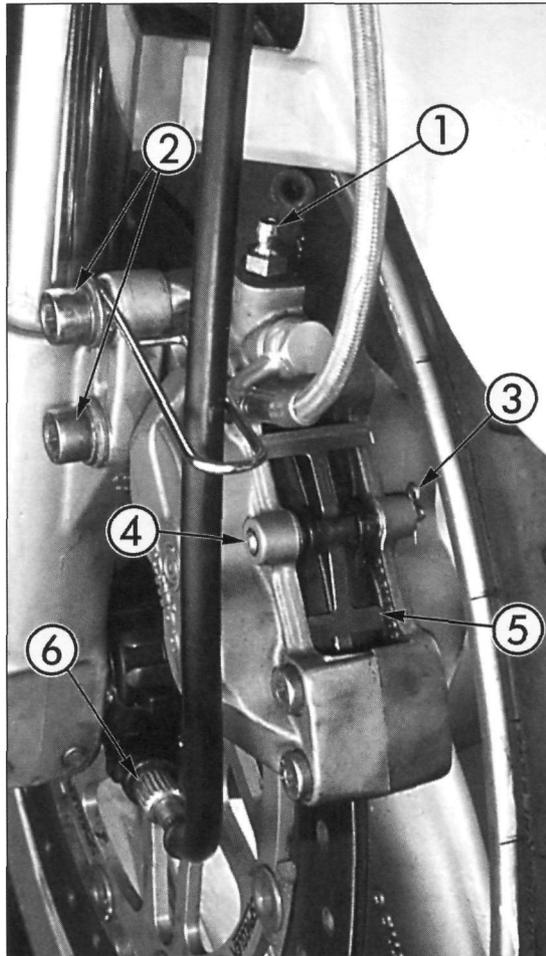
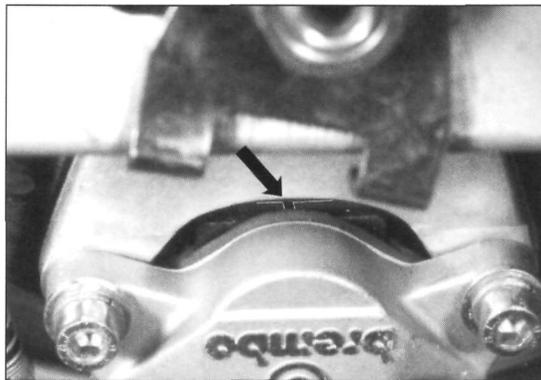
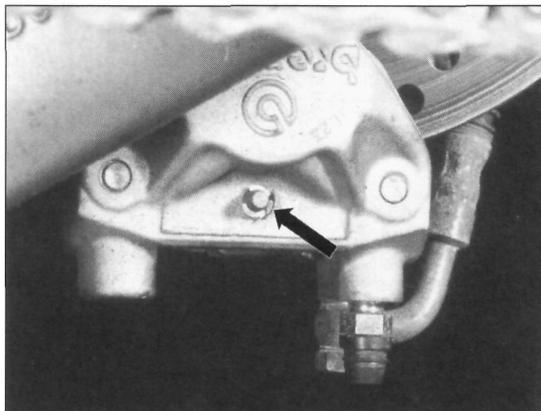

Bild 45
Bild 49
Bild 50
-  Belagstärke der vorderen Scheibenbremse durch Sichtprüfung von oben in Belagschacht schätzen (Bild 45; hinten einpeilen wie in Bild 49 gezeigt). Klötze austauschen, wenn sich Belagstärke der Verschleissanzeige (Mittelnut im Belag) nähert (Mindestbelagstärke 1,5 mm). Auf jeden Fall zu früh als zu spät (mit zerschrappter Bremscheibe) wechseln!
- Zum Austausch der Bremsbeläge vorn Federsplint  Bild 45, hinten Sicherungsring (Bild 50) ausfedern und Belagstift mit Zange herausziehen bzw. vorn mit passendem Durchschlag von innen nach aussen ausschlagen. Klötze mit Drahtöse o. ä. herausziehen.